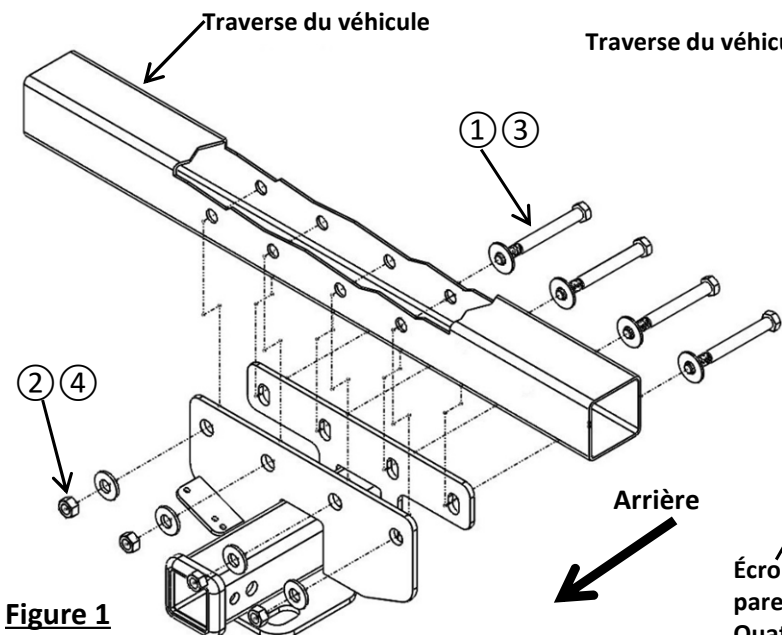

Figure 1
- Abaisser le silencieux (pour modèle standard) ou l'absorbeur de vapeurs diesels (pour modèle EcoDiesel)** – À l'aide d'une pince pour échappement, abaisser le silencieux si nécessaire (modèle standard). À l'aide d'une douille 16 mm, retirer deux (2) boulons 10 mm de l'absorbeur de vapeurs diesels (modèle EcoDiesel). **Nota** : S'assurer de supporter l'échappement avant d'enlever les supports en caoutchouc.
- Installer l'attelage** – (a) Soulever l'attelage sur la traverse du véhicule à un angle de 15° à 45° et aligner le trou le plus à gauche de l'attelage sur le trou existant de la traverse. (b) Installer lâchement un (1) boulon M12 ①, une (1) rondelle plate 1/2 po ③, une (1) rondelle conique 1/2 po ② et un (1) écrou hexagonal M12 ④ afin de maintenir l'attelage en place. (c) À l'aide d'une clé pied-de-biche 18 mm et d'une clé ouverte, fixer toute la visserie sur l'attelage, voir la **Figure 1**. **Nota**: Tirez avec soin sur l'absorbeur vers le bas pour augmenter le dégagement.